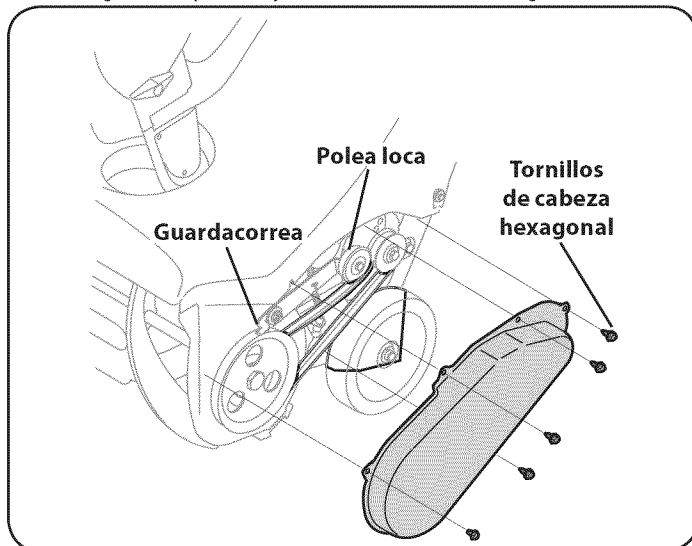

Figura 16
1. Para sacar la cubierta de la correa saque los cinco tornillos hexagonales que la sujetan al bastidor. Vea la Figura 16.